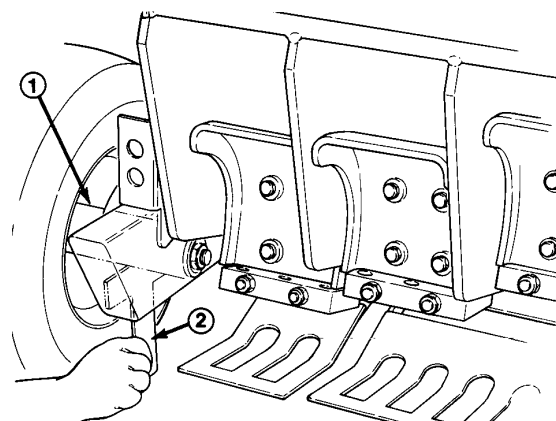

Fig. 13
4. Ripetere questa procedura usando il lato lungo del misuratore di altezza sul fusello di ciascuna ruota posteriore (Fig. 13).
4. Ripetere la procedura usando il lato più lungo del misuratore di altezza, applicandolo sul fusello di ogni pneumatico (Fig. 13).